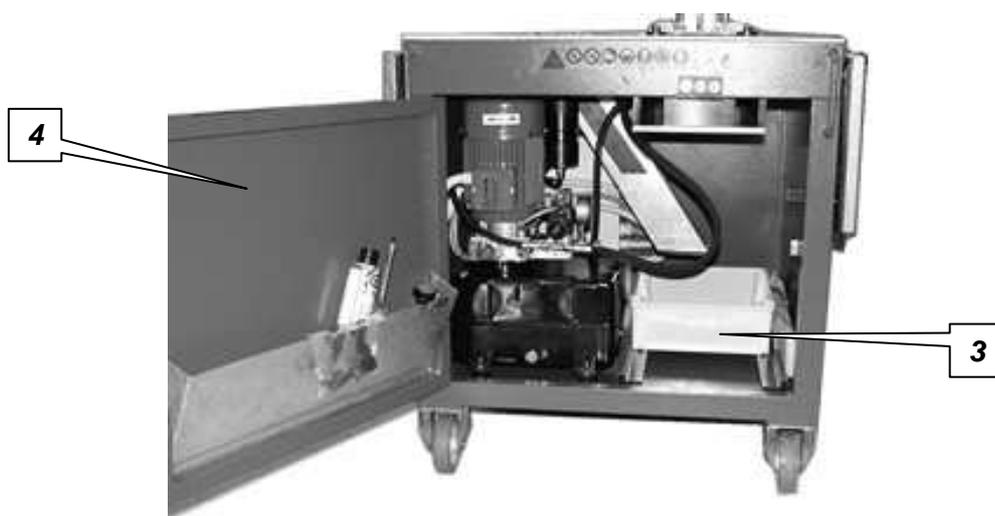

Figura 5.4 – Cassetta degli sfridi
- ✓ Controllare ed eventualmente svuotare la cassetta di raccolta sfridi **3** posta internamente alla macchina e raggiungibile aprendo il pannello posteriore **4** della macchina (figura 5.4). Al termine, riposizionare correttamente la vaschetta.